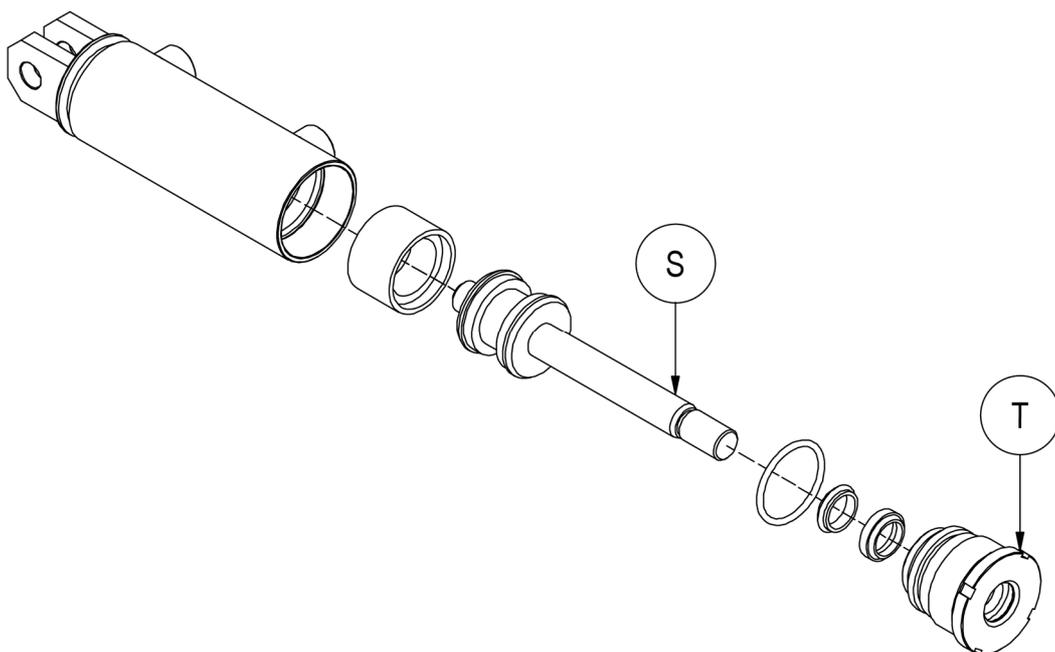

Figure 32
8. Prendre comme référence la *Figure 32*.